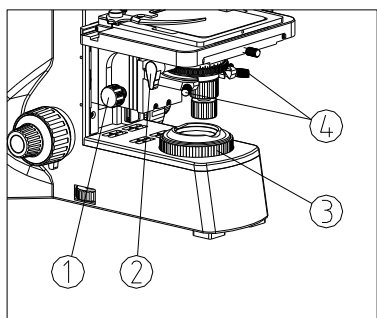

图 26
(1) 转动聚光镜升降调节手轮①，将聚光镜升到最高位置。（如图 26）
(2) 拨动扳手②，将聚光镜前透镜插入光路。
顺时针转动，视场光阑变大；逆时针转动，视场光阑变小。（如图 26）